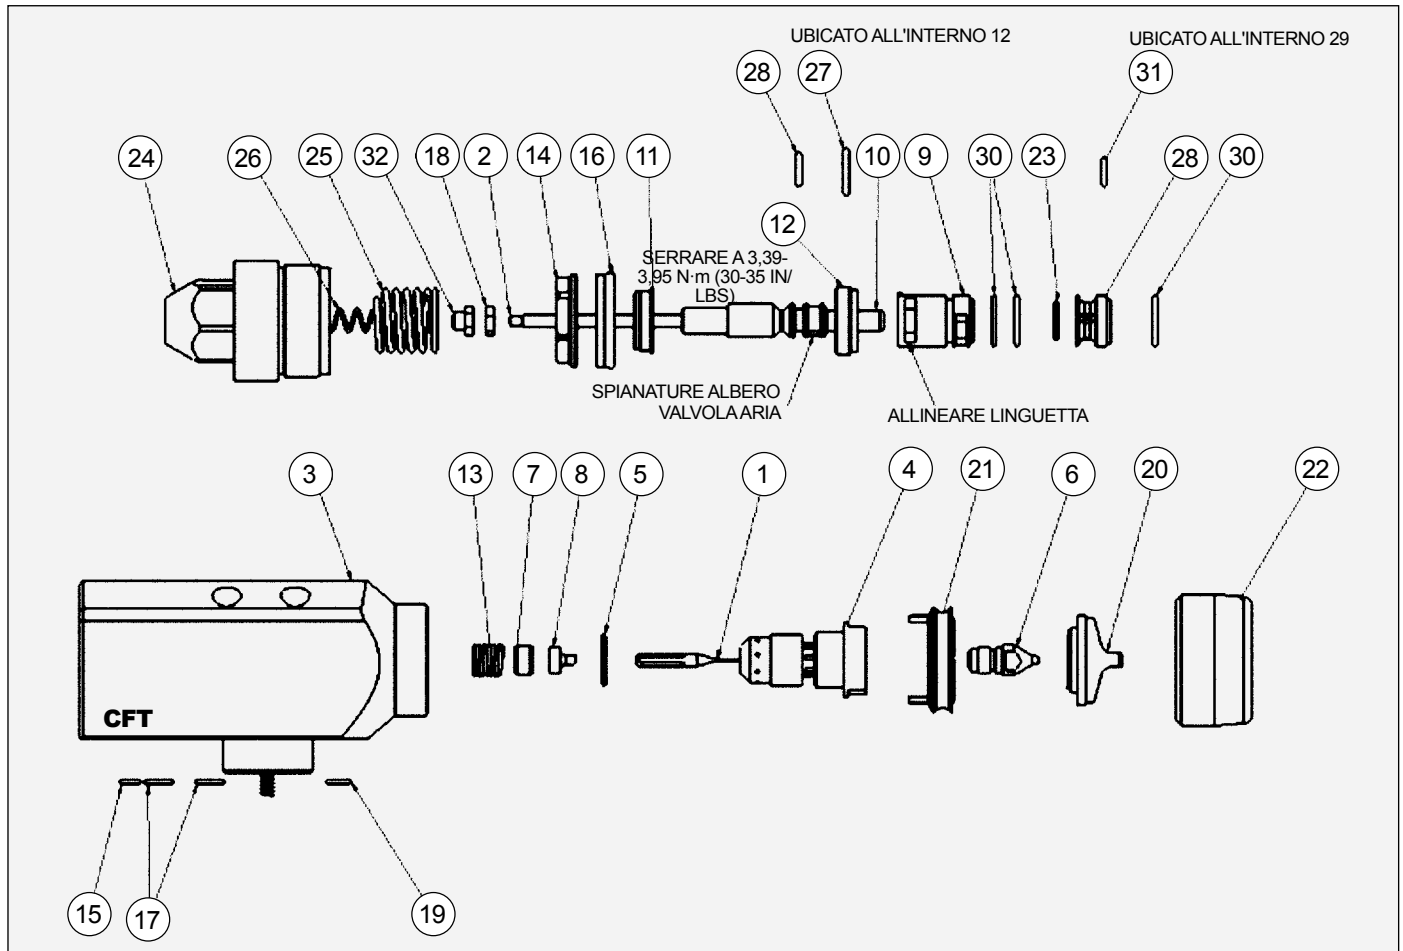

Figura 13: Gruppo testa di spruzzatura
La testa di spruzzatura può essere rimossa dal gruppo come illustrato nella **Figura 13** a scopo di pulizia e assistenza.
### SOTTOGRUPPO TESTA 80432 - ELENCO COMPONENTI (Figura 13)
**SOTTOGRUPPO TESTA 80432 - ELENCO COMPONENTI (Figura 13) (Cont.)**